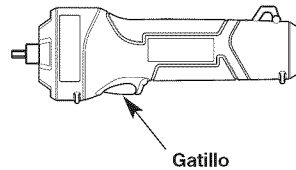

Fig. 3
- Con el arrancador eléctrico a ras del motor, apriete el gatillo a intervalos de no más de 4 segundos por vez hasta que la unidad arranque. (Fig. 3)